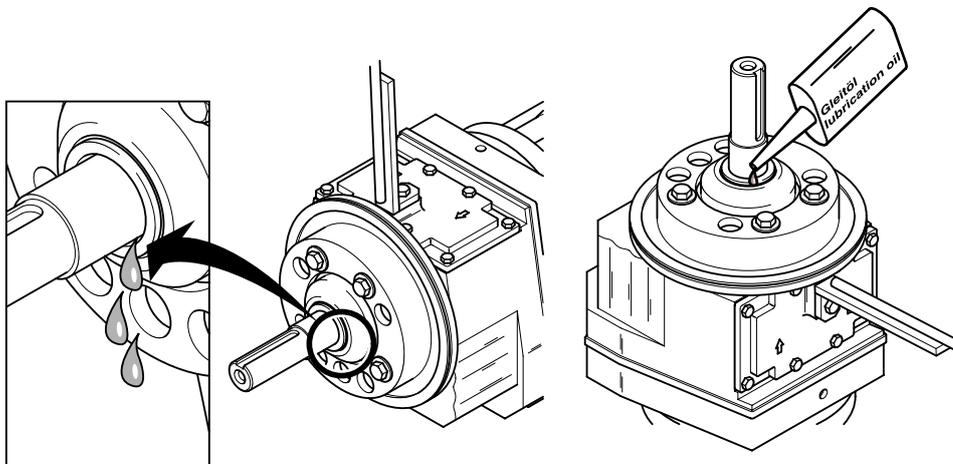

Fig. 16 Riempimento olio e cambio olio
**AVVERTENZA** *L'acceleratore di flusso deve stare in verticale (vedere fig. 16) affinché l'olio non possa fuoriuscire in maniera incontrollata nel momento in cui viene rimossa la parte rotante della tenuta scorrevole ad anello.*
- Collocare l'acceleratore di flusso in verticale (come rappresentato nella fig. 16 per il riempimento) e bloccarlo per evitare che non si ribalti.
- Far defluire l'olio attraverso la fenditura dell'albero *secondo fig. 16* in un recipiente di raccolta adatto (min. 0,5 litri). A tale scopo inclinare leggermente il motore e la trasmissione in modo da poter scaricare completamente l'olio lubrificante.
- Il riempimento avviene, come descritto per lo scarico dell'olio, attraverso la fenditura dell'albero (tra il controanello e l'albero) *come da fig. 16*.